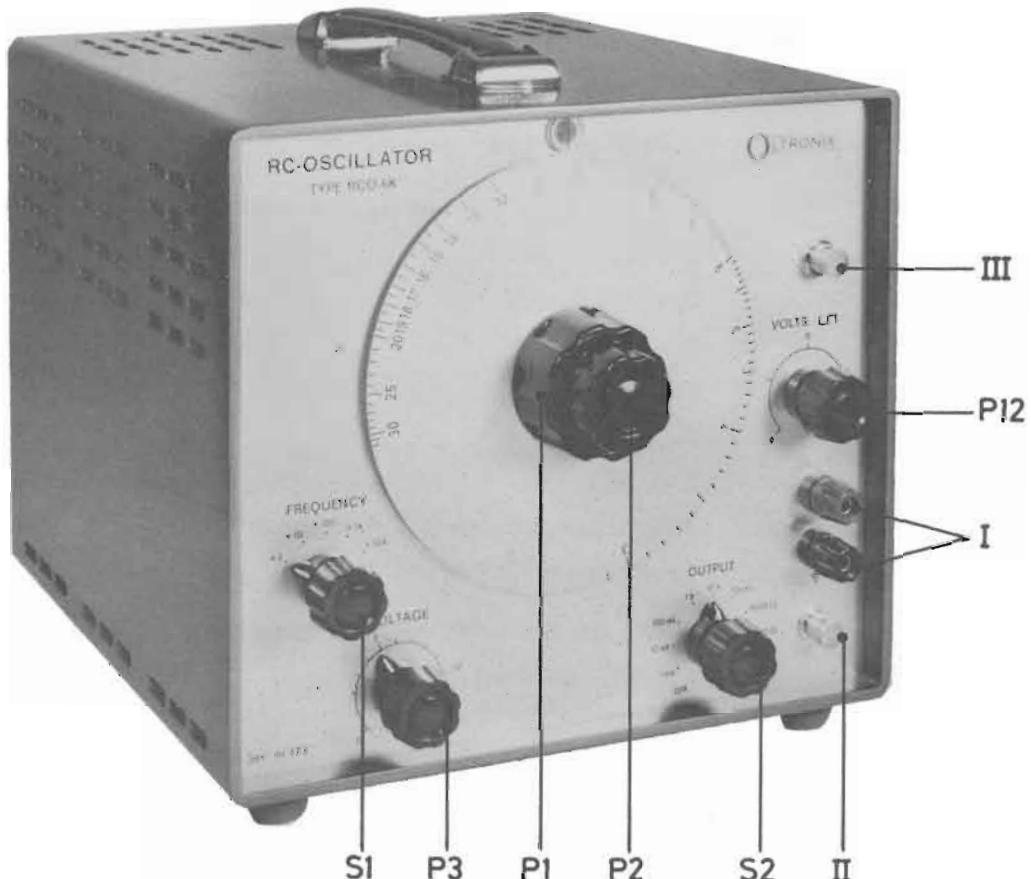

Fig. 1
- Nätströmbrytare: Nätströmbrytaren är hopkopplad med utspänningsomkopplaren (S2 fig. 1). "Från" är i fullt moturs läge.
- Spänning: Följande områden kan väljas med "OUTPUT"-omkopplaren (S2 fig. 1): 5 ohm, 50 ohm, 600 ohm, 8000 ohm, 100 V, 10 V, 1 V, 100 mV, 10 mV, 1 mV och nät "OFF". Utspänningen kan varieras kontinuerligt från nära noll upp till $1,25 \times$ det värde "OUTPUT"-omkopplaren är inställd för med kontrollen märkt "VOLTAGE" (P3 fig. 1). Uteffekten kan varieras från nära noll till 1 W i en anpassad last med samma kontroll.
- Frekvens: Frekvensområdet inställs med "FREQUENCY"-omkopplaren (S1 fig. 1). Kontinuerlig variation inom området görs med kontrollerna P1 (grov) och P2 (fin). Se fig. 1.
Kantvågstillsatsen består av en Schmitt trigger med rören V5 och V6. Den triggas av sinusvågen via R50 och C51. Symmetrin hos kantvågen justeras med P10. Trimkondensatoren C52 är en "speeding"-kondensator, som minskar kantvågens stig- och falltid. Det gemensamma katodmotståndet P11 är justerbart och utgör finjusteringen för kantvågens amplitud. Grovtrimming utföres genom att byta R59. Potentiometern P12 utgör anodmotstånd för V6 tillsammans med R59. P12 fungerar dessutom som dämpsats för kantvågen. Den är monterad på frontpanelen. (Se fig. 1 P12).